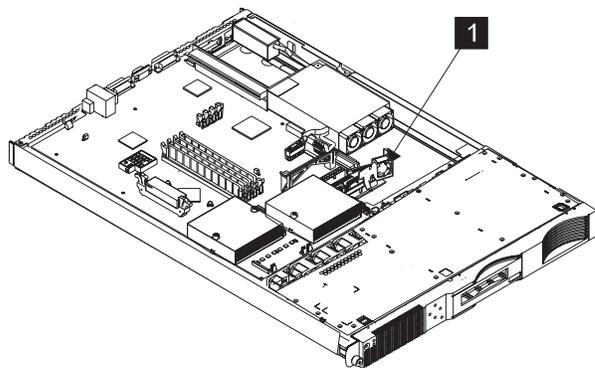

図 98. ディスク・ドライブ・ファンの取り外し
4. 205 ページの図 98 を参照してください。
6. 図 98 を参照してください。ディスク・ドライブ・ファンの右側を前方にスライドさせて、ファン・アセンブリー **1** 全体を取り外します。次にアセンブリーをクリップから引き離します。